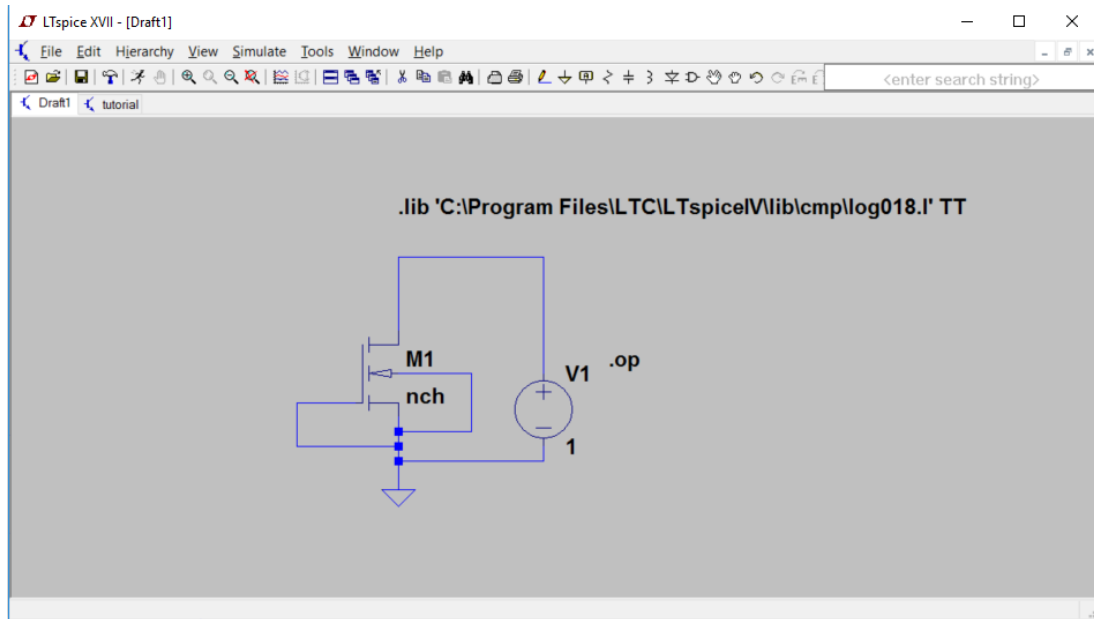

Figura A.10: LT Spice - Adăugarea unei directive SPICE pentru tehnologia de 180nm.
4. Se adaugă comanda *.lib*, calea absolută până la fișierul *log018.l* și colțul tehnologic în care vom face simulările, e.g., *TT* (se observă în Figura A.10)